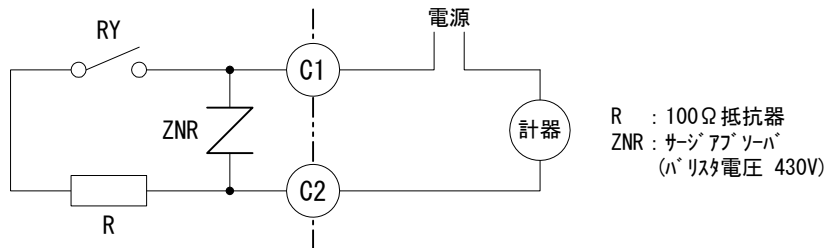

fig.2 発信接点回路
- (1) 配線は納入仕様書または決定図に基づいて配線して下さい。線径は接続図中に記載してある電流が許容出来るものを使用して下さい。なお倍率器，直流変流器一次側の配線は高圧用電線を使用して下さい。
- (2) 安全のため、又テスト時の事を考え制御電源には接続図記載の容量に耐えるブレーカを取付けて下さい。
- (3) 記録電力量計や遠方表示のために発信接点（C1, C2 端子）を使用される時には次の点に注意して下さい。
- b. 接点保護のため接点と直列に抵抗 100Ω が入っております。（fig.2 参照）発信接点に接続される計器の入カインピーダンスが低い場合 100Ω の抵抗との分圧になりますので注意して下さい。